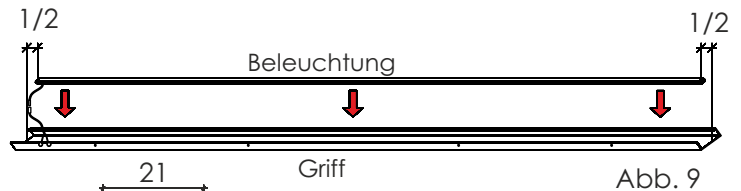

Abb. 9
- Kleben Sie die Beleuchtung mittig mit ca. 21mm Abstand zur Hinterkante in das Griffprofil. Achten Sie darauf, dass das Kabel der Beleuchtung in Richtung der Kontaktplatten zeigt. (Abb.9,10 und 11)